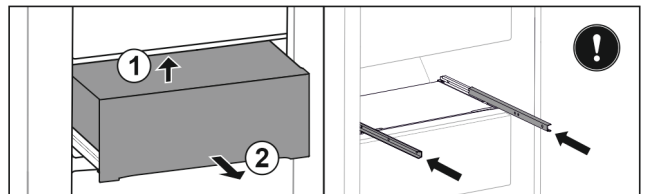

Fig. 99
- ▶ Predal dvignite od spodaj proti zadnji strani. Fig. 99 (1)
- ▶ Predal vzemite ven v smeri naprej. Fig. 99 (2)